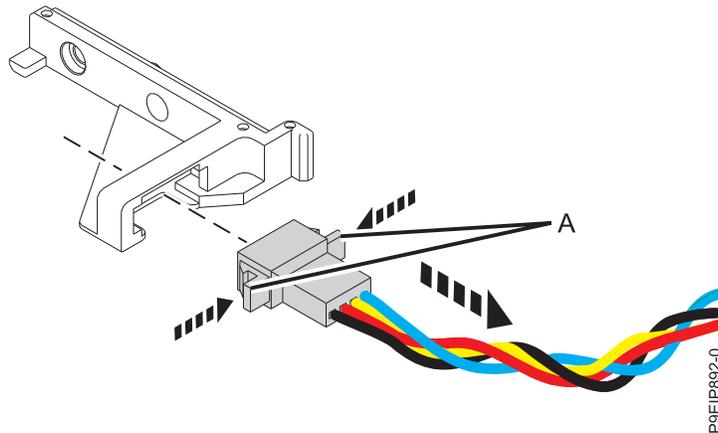

Figura 36. Extracción del cable del ventilador de la pieza de sujeción del ventilador.
- Desconecte el cable del ventilador de la pieza de sujeción pellizcando las pestañas de (A) y, a continuación, quite el cable del ventilador de la pieza de sujeción tal como se muestra en la Figura 36.